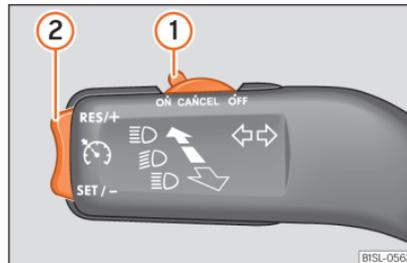

Abb. 139 Am Blinkerhebel: Bedienelemente zur Bedienung der GRA.
- Schieben Sie den Schalter »» **Abb. 139** ① bis **ON**.
- Drücken Sie die Taste »» **Abb. 139** ② im Bereich **SET/-**.
- Schieben Sie den Schalter »» **Abb. 139** ① bis **CANCEL** oder treten Sie auf die Bremse.
- Drücken Sie die Taste »» **Abb. 139** ② im Bereich **RES/+**.
Während der GRA-Regulierung kann die gespeicherte Geschwindigkeit mit der Taste »» **Abb. 139** ② eingestellt werden:
- Um in Schritten von 1 km/h [1 mph] zu erhöhen, drücken Sie kurz die Taste »» **Abb. 139** ② im Bereich **RES/+**.
- Um die Geschwindigkeit kontinuierlich zu erhöhen, halten Sie die Taste »» **Abb. 139** ② im Bereich **RES/+** gedrückt.
- Um in Schritten von 1 km/h [1 mph] zu reduzieren, drücken Sie kurz die Taste »» **Abb. 139** ② im Bereich **SET/-**.
- Um die Geschwindigkeit kontinuierlich zu verringern, halten Sie die Taste »» **Abb. 139** ② im Bereich **SET/-** gedrückt.
- Schieben Sie die Taste »» **Abb. 139** ① auf **OFF**.